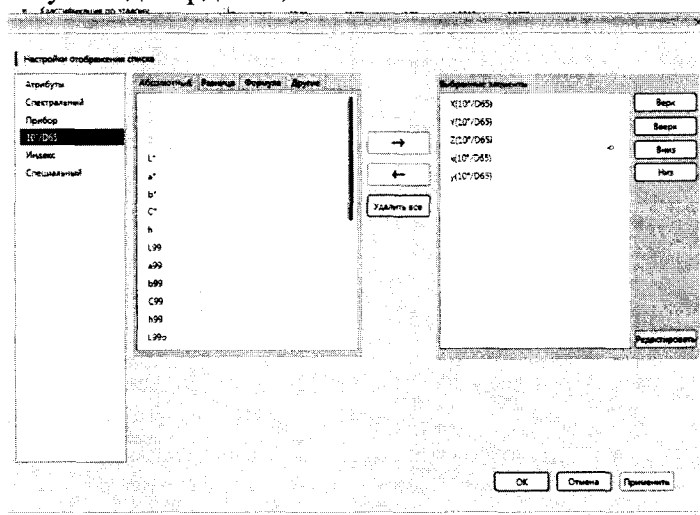

Рисунок 49
8.4.1.5.2 Настроить элементы из списка, для этого выберите пункт «Элементы списка» в меню «Данные». Появится диалоговое окно «Настройки данных», в котором пункт «Элементы списка» будет выбранной категорией. Нажмите кнопку «Удалить все», чтобы очистить окно «Выбранные элементы». Выберите пункт «2°/D65» в списке «Настройка отображения списка». Во вкладке «Абсолютный» нажмите на «X», затем на «→», повторите для «Y», «Z», «x», «y» (рисунок 49). После назначения всех необходимых элементов нажмите кнопку «Подтвердить», а затем «OK».